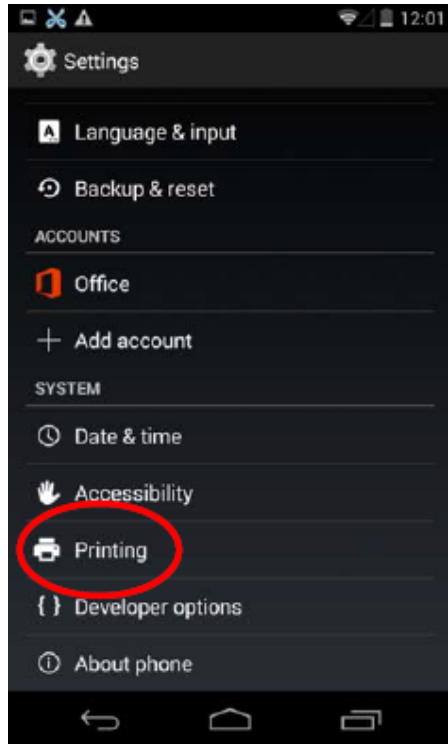

Figura 21
3.2 Encuentre “Printing” en la interfaz “Settings” y acceda (como se muestra en la Figura 21).